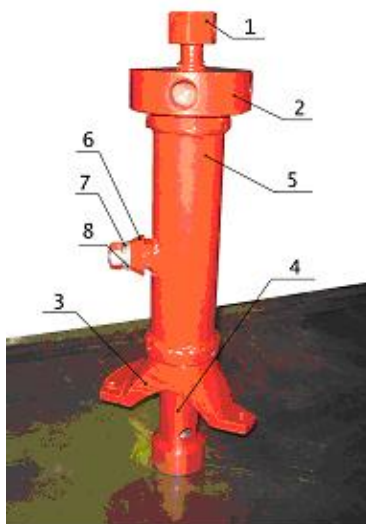

Рисунок 53— Съемник
- установить съемник (рисунок 53) на ведущее колесо, закрепить его болтами крепления крышки, и снять ведущее колесо со шлицев вала водила бортовой передачи;